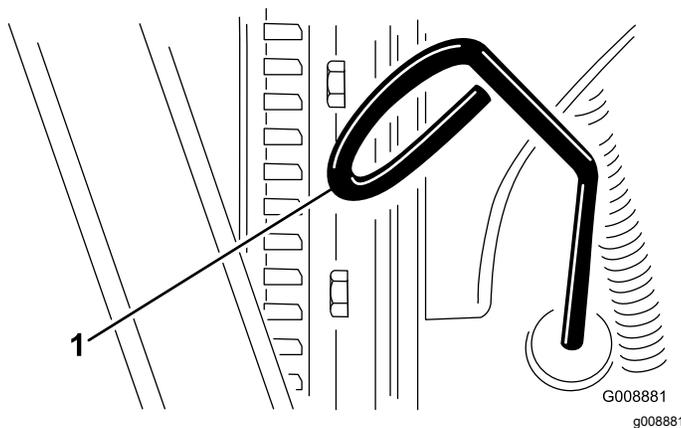

Bild 20
3. Nehmen Sie den Peilstab heraus und wischen Sie ihn ab. Stecken Sie ihn dann ein (**Bild 20**).